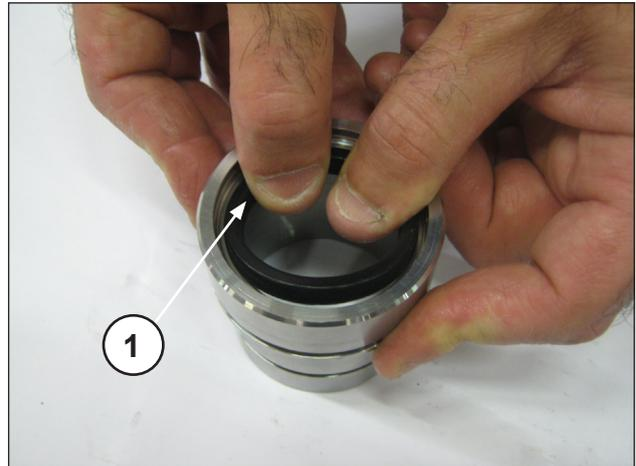
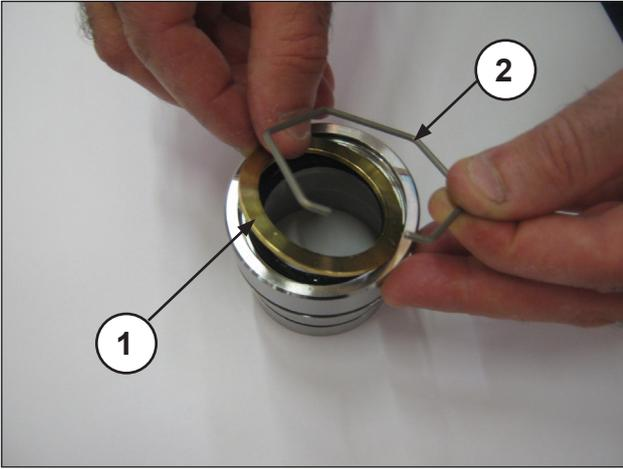
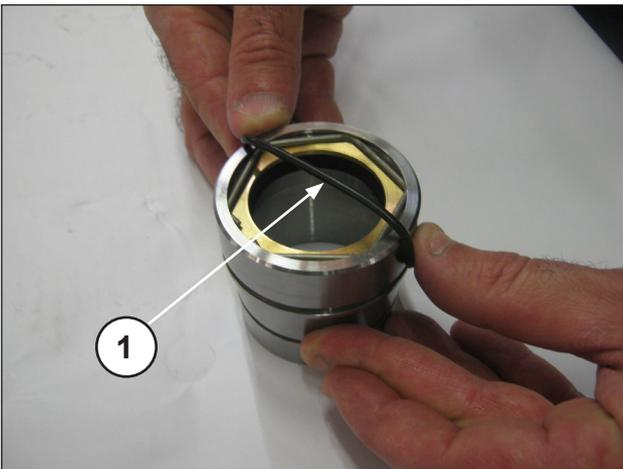

Fig. 35
Fig. 36
Fig. 37
Placer la garniture basse pression dans le support des segments (rep. ①, Fig. 35) en prenant garde au sens de montage de la lèvre d'étanchéité qui doit être orientée vers l'avant (vers la culasse). Placer ensuite le joint d'étanchéité, le circlip d'arrêt (rep. ①②, Fig. 36) et le joint torique (rep. ①, Fig. 37).